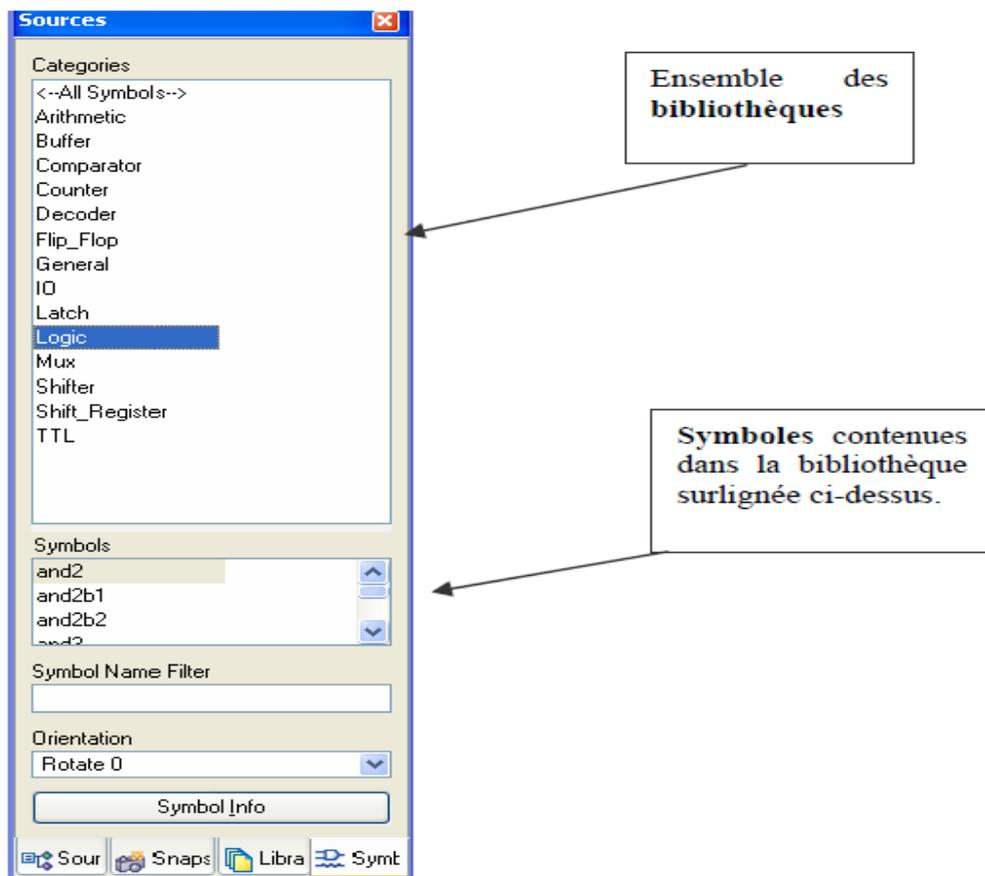

Figure 6 : Fenêtre des symboles.
1. Dans la barre de menu, cliquer sur **Add > Symbol** ou sur l'icône  de la barre d'outils, la fenêtre des symboles s'ouvre à gauche de la fenêtre du schéma affichant la liste des bibliothèques disponibles ainsi que la liste des composants de chaque bibliothèque (voir la Figure 6).